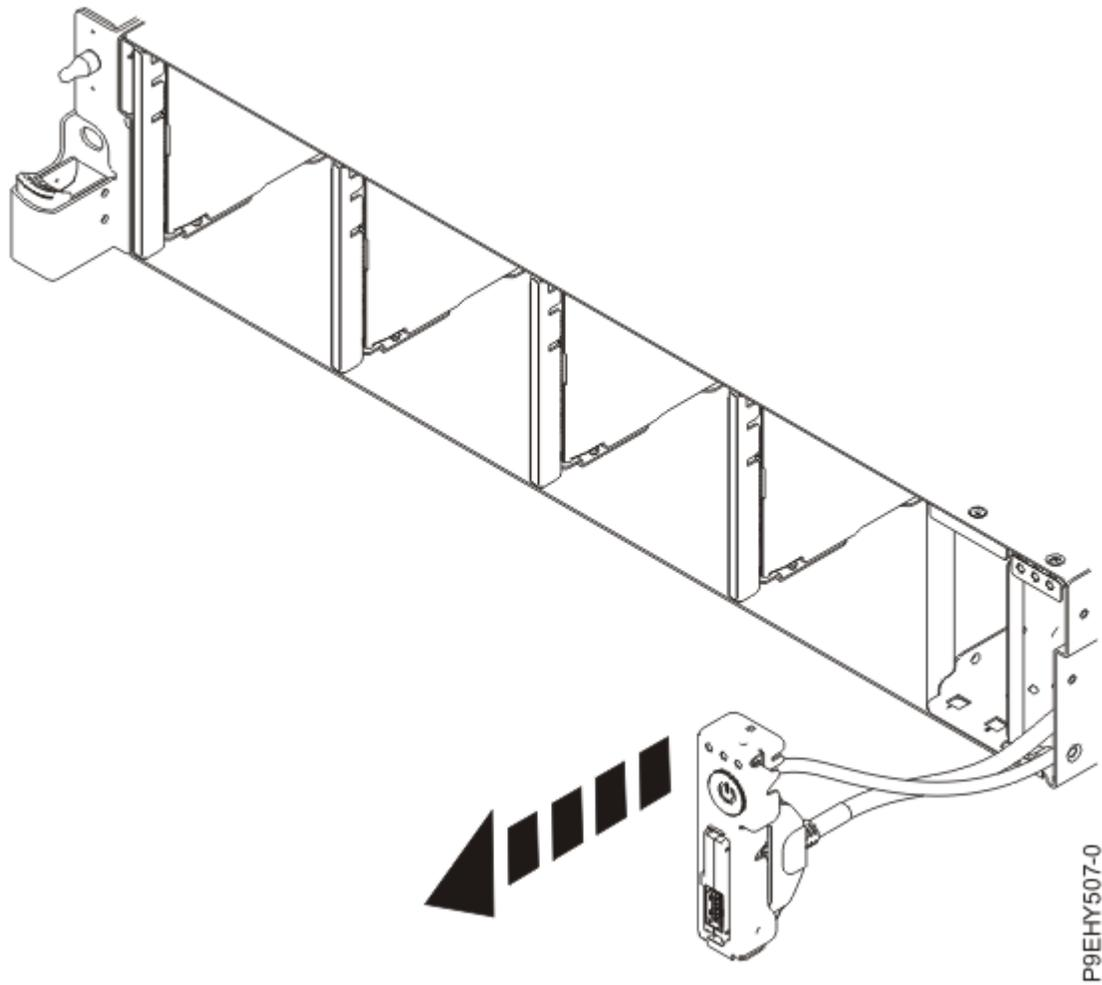

図 106. 電源スイッチおよびケーブルの引き出し
8. システムから電源スイッチを引き出します (122 ページの図 106 を参照)。